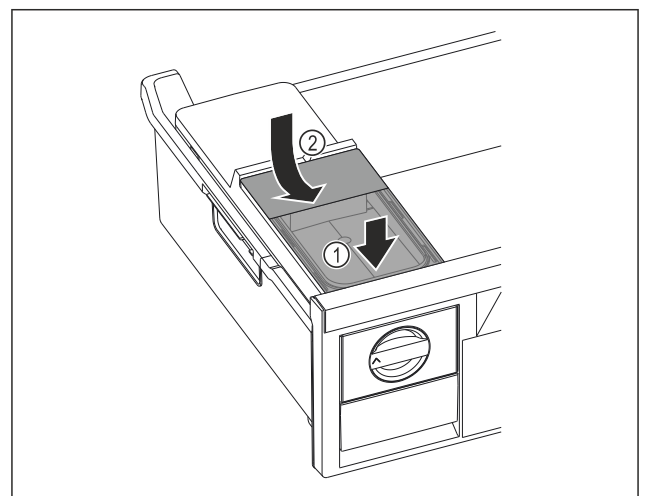

Fig. 157
- ▶ Rezervoar za vodo namestite spredaj. Fig. 157 (1)
- ▶ Zadaj rezervoar za vodo spustite. Fig. 157 (2)